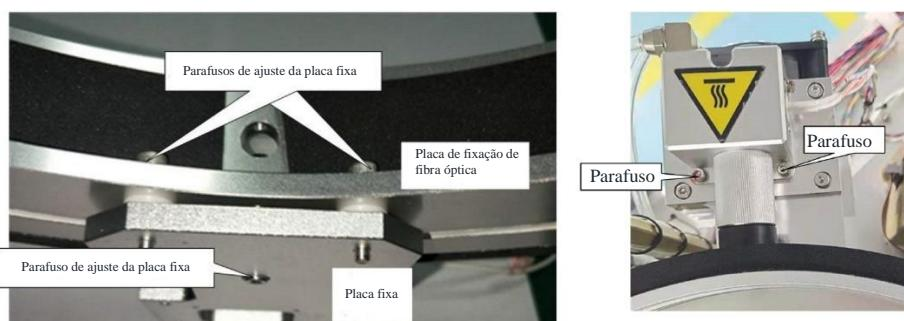
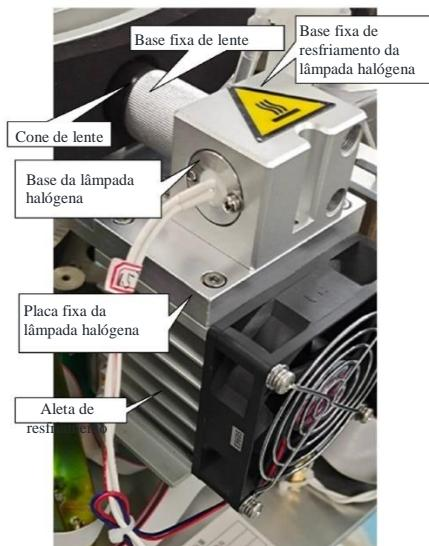
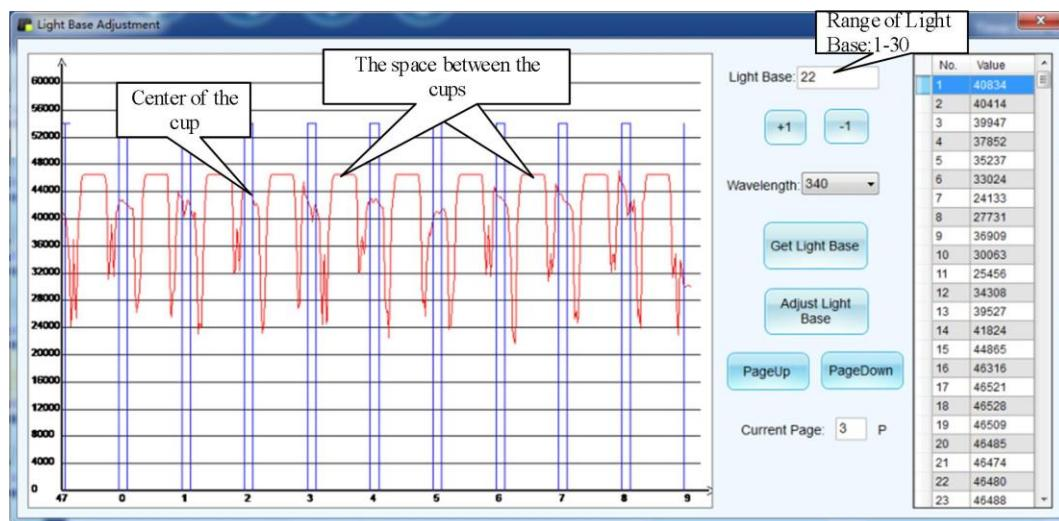

Figura 7-15 Parafusos de ajuste da lâmpada halógena
Figura 7-16 Conjunto de lâmpada halógena
Figura 7-19 Curva óptica
Verifique se a luz da lâmpada halógena está vertical. Se não, ajuste a placa fixa ou base de fixação da lâmpada halógena, como mostrado na figura 7-15 e a estrutura da lâmpada halógena, como mostrado na figura 7-16.
Passo 2: Clique em [Obter base de luz] para obter a curva óptica de instrumento. É necessário garantir que a luz esteja vertical e a curva óptica tende ao centro do recipiente de reação. A curva óptica é mostrada na figura 7-19.
Passo 3: Se a curva óptica não for estável ou o valor de pico em um lado (ambos os lados) ocorrer, isso significa que a lâmpada halógena não está instalada verticalmente. É possível ajustar os parafusos na placa de fixação ou base de fixação da lâmpada halógena (como mostrado na figura 7-15), para obter a curva estável (como mostrado na figura 7-19).